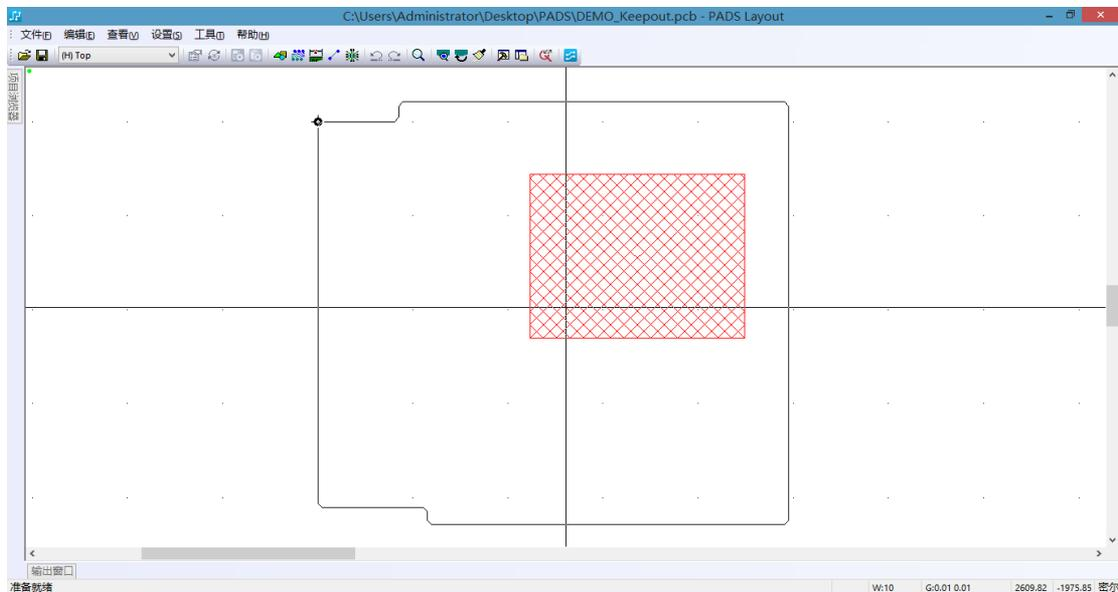

图 10-4 组件隔离区效果图
(5) 单击“确定”按钮, 则显示组件隔离区, 如图 10-4 所示。若没有显示图形, 则在菜单栏中执行“设置”“显示颜色”命令, 弹出“显示颜色设置”对话框, 设置“禁止区域”项的颜色, 使之可见。